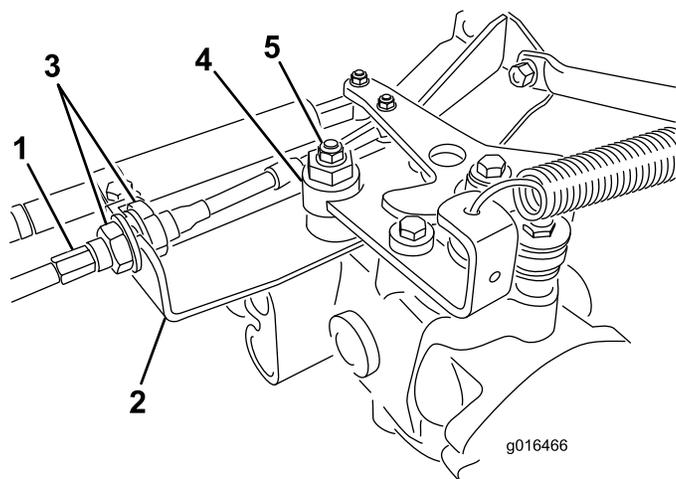

図 46
- A. 走行ケーブルを油圧トランスミッションのバルクヘッドに取り付けているジャムナット 図 46 を両方ともゆるめる。調整ができるよう、ジャムナットは十分に、また均等にゆるめること。
**注** 偏芯ナットをトランスミッション上部に止めているナット図 46をゆるめる。
- E. 調整ができれば固定ナットを締める図 46。
- G. バルクヘッドのそれぞれの側から、ロックナットを均等に締め付けて、ケーブルを固定する図 46。ケーブルをねじらないように注意すること。